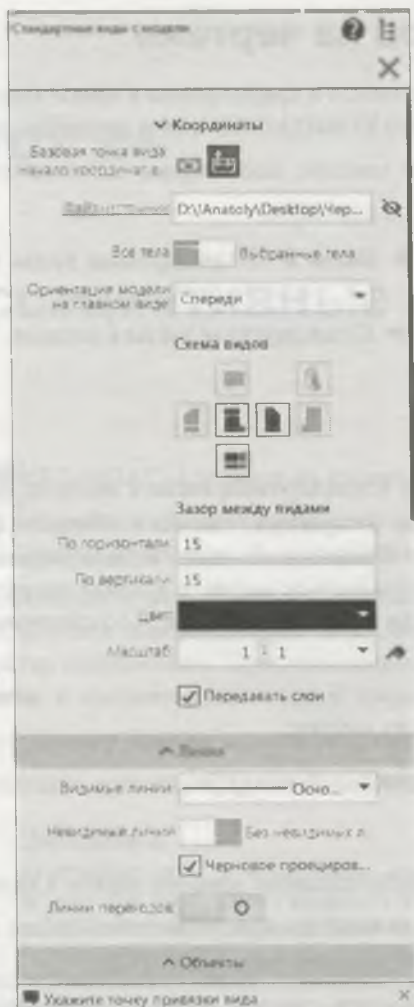

Рис. 24.1. Панель Параметры: Стандартные виды с модели (верхняя часть)
- ◆ на панели инструментов **Виды** нажмите кнопку **Стандартные виды с модели**  — система открывает окно **Выберите файл для открытия**, где вы выбираете файл-источник модели *Захват* и нажимаете кнопку **Открыть**. В окне модели появляется фантом трех габаритных прямоугольников создаваемых видов, а в левой части экрана — панель **Параметры: Стандартные виды с модели** (рис. 24.1) со следующими элементами ввода: